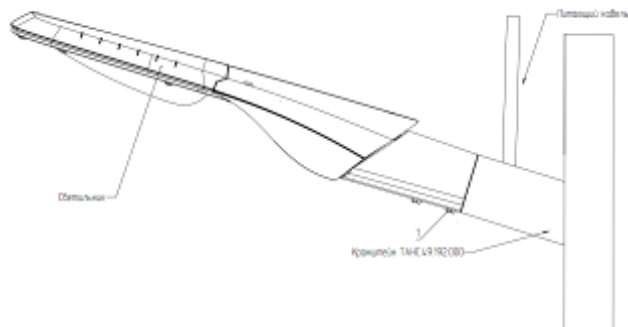

Рисунок 6.
5.6. Перед установкой светильника на кронштейн ТАНС.49.189.000 пропустить через внутреннюю полость кронштейна питающий кабель (Рисунок 6). Установить светильник на кронштейн, для фиксации светильника на кронштейне ТАНС.49.192.000 необходимо закрутить два болта М8 (поз.1) с усилием 9...12 Н•м.